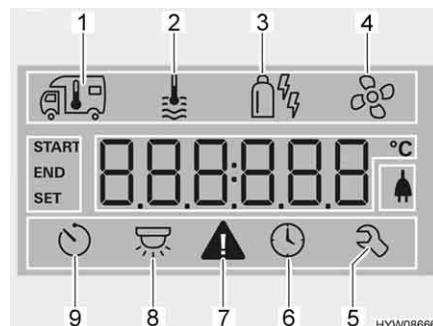

Fig. 116 Display
- Ruotare la manopola/il pulsante (Fig. 98,6), finché il simbolo del menu relativo all'acqua calda (Fig. 116,2) lampeggia.